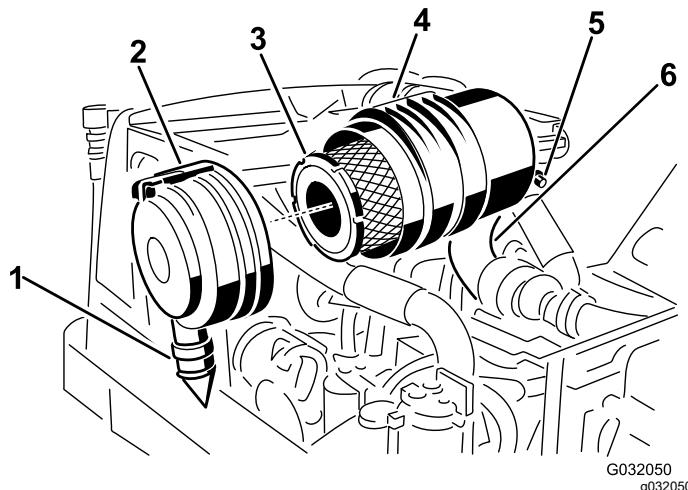

Figura 46
2. Retire el filtro primario (Figura 46).
3. Cambie el filtro primario (Figura 46).
las posiciones de las 5 y las 7, visto desde el extremo y cierre el enganche (Figura 46).